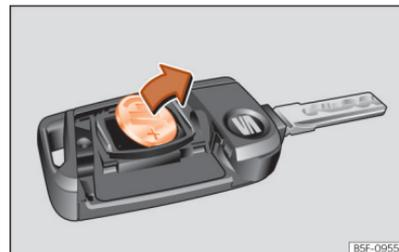

Fig. 66 Chave do veículo: remoção da pilha.
- Extraia a pilha do compartimento com um objeto fino adequado »» Fig. 66.
- Encaixe uma pilha de botão nova no compartimento »» ②.